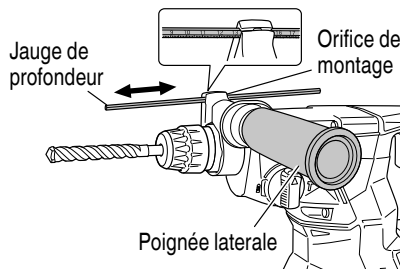

Fig. 26
- 7. Utilisation de la quenouille (Fig. 26)